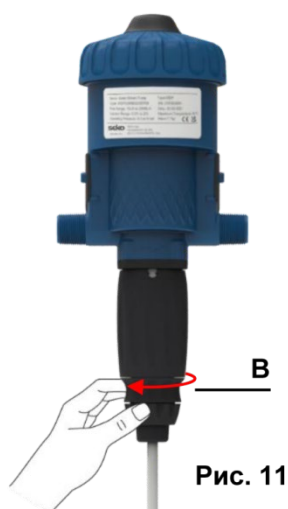

Рис. 11
- Отвинтить стопорное кольцо (Рис. 11-В).
- Затянуть стопорное кольцо (Рис. 11-В).